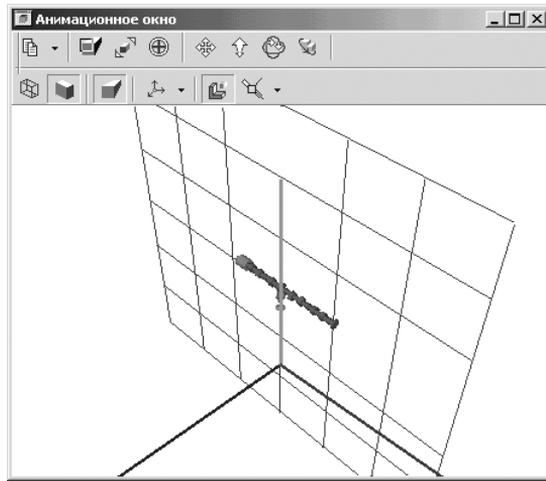

Рис. 1.112. Возможное состояние **Анимационного окна** для сборки **кулачок – клапан** с выбранной ориентацией **Изометрия XYZ**
- щелкните во всплывающем меню, например по пункту **Изометрия XYZ**. Появится **Анимационное окно**. Для сборки **кулачок – клапан** возможное состояние окна показано на рис. 1.112.